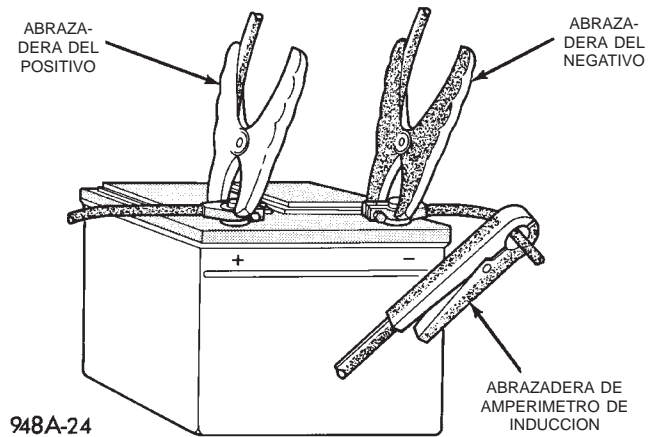

Fig. 1 Conexiones del probador voltímetro/amperímetro-característico
(1) Conecte un probador voltímetro/amperímetro apropiado a los terminales de la batería (Fig. 1). Consulte las instrucciones proporcionadas por el fabricante del probador voltímetro/amperímetro que utiliza.